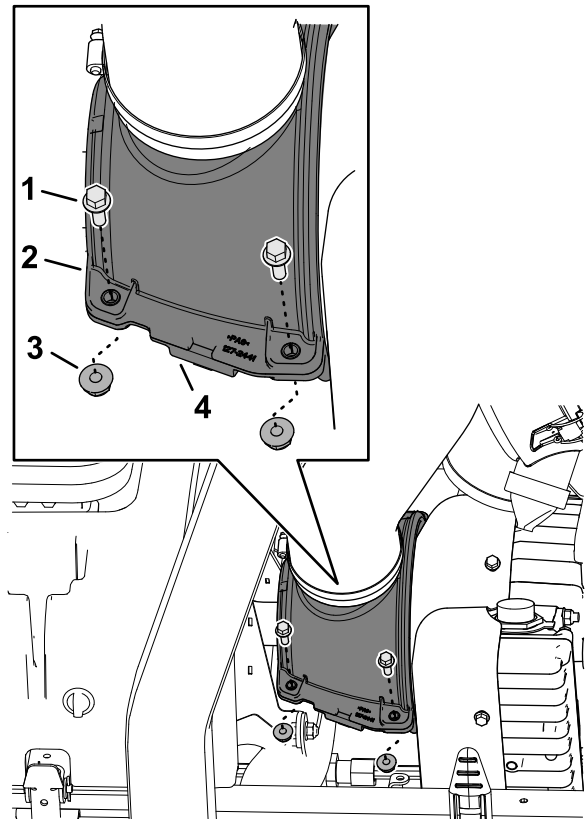

Bild 69
1. Entfernen Sie die vier Bundkopfschrauben und die vier Sicherungsbundmutter, mit denen die obere und untere Kühlluftabdeckung des Generators befestigt sind (Bild 69).